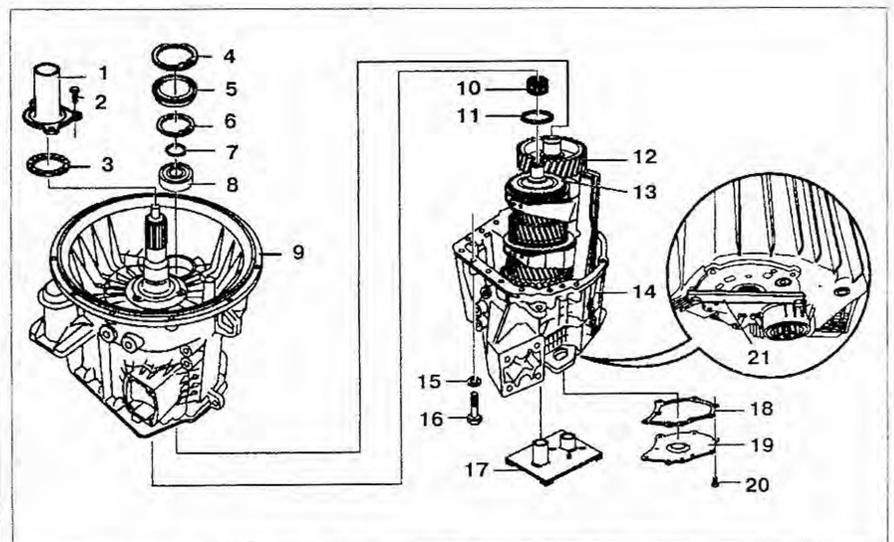

Рис. 4.65. Передняя часть коробки передач:
1. Снимите крышку 19 (рис. 4.65).